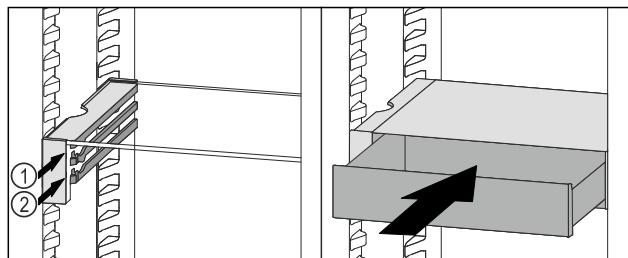

Fig. 89
- Așezați sertarul VarioSafe în spatele opritoarelor pe nervura dorită Fig. 89 (1) sau Fig. 89 (2).